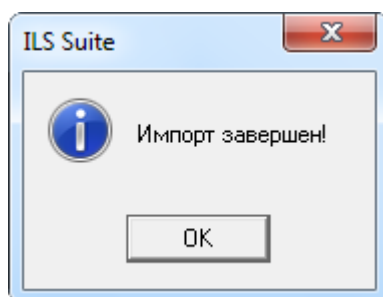

Рис. 12-96 – Информационное сообщение о завершении импорта
б) После завершения импорта откроется информационное окно, представленное на (рис. 12-96)
5) После завершения импорта откроется информационное окно, представленное на (рис. 12-96).